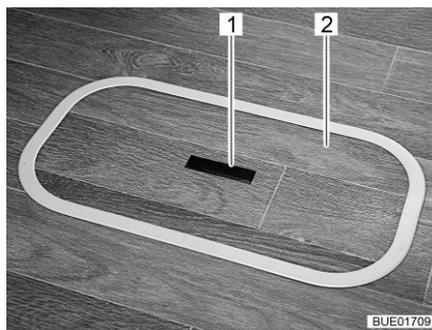
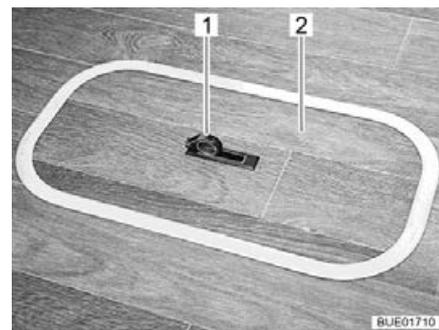

Bild 90 Abdeckung Bodenfach (Griff versenkt)
Bild 91 Abdeckung Bodenfach (Griff herausgeschwenkt)
- Auf einer Seite die Griffplatte (Bild 90,1) nach unten drücken. Der Griff (Bild 91,1) schwenkt nach oben.
- Die Abdeckung (Bild 90,2 bzw. Bild 91,2) nach oben abnehmen.